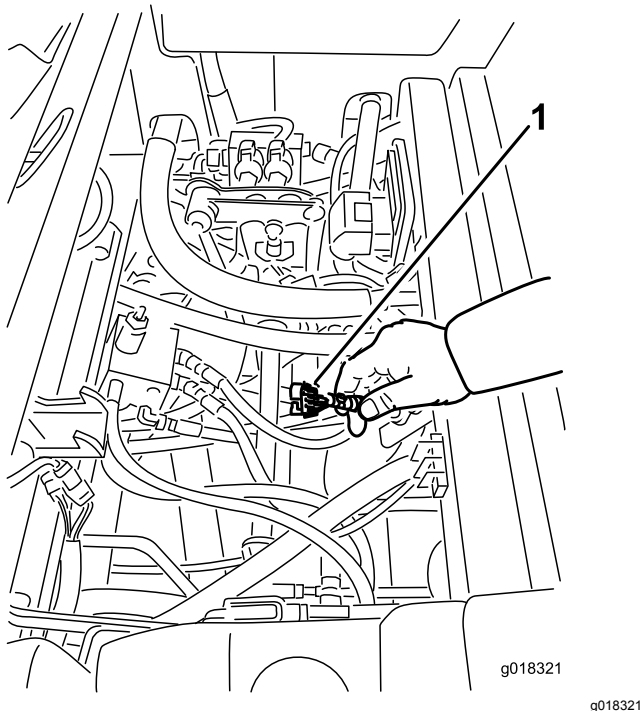

Figure 22
- Localisez le faisceau de câblage et les connecteurs près du module de commande (Figure 22).